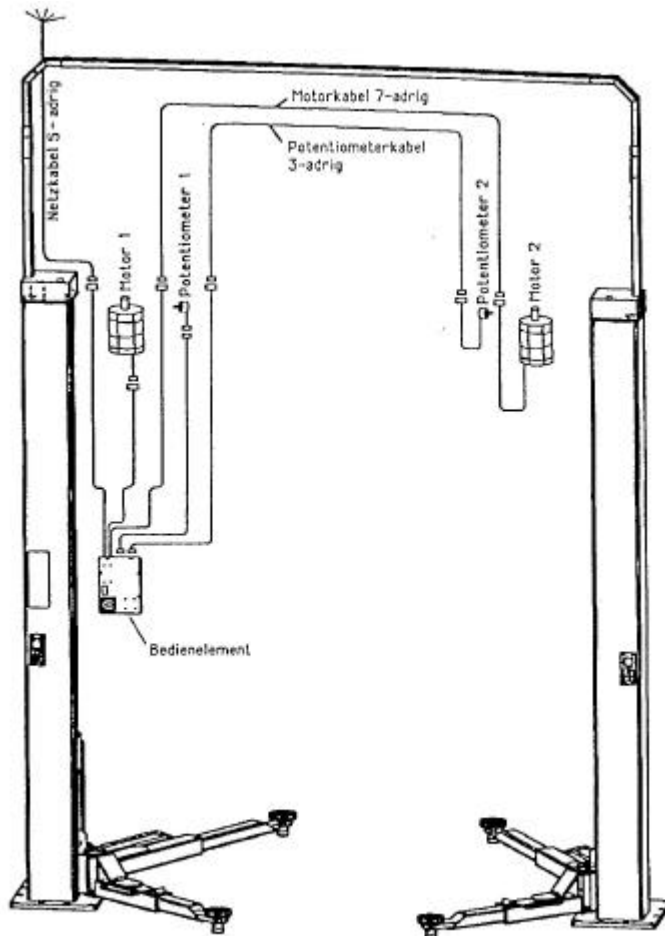

Fig.17 Camino de los cables al usar el puente superior
- Colocar los cables según los dibujos (fig. 17) a través del puente superior y conectar las fichas de cada cable con los cables correspondientes de las dos columnas. Prestar atención al buen contacto entre estos enchufes.